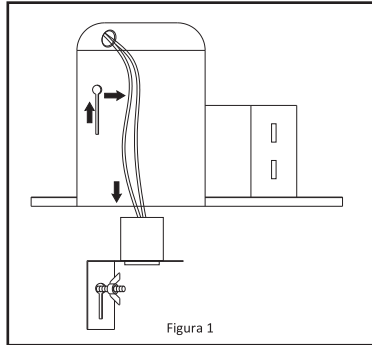
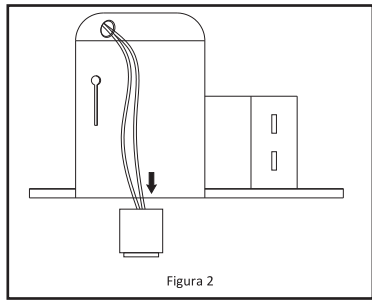

Figura 1
Figura 2
- Si corresponde, afloja los tornillos del soporte del portabombillas y empuja el soporte hacia arriba hasta la ubicación más alta. Retire la placa de montaje del portabombillas existente de la carcasa empotrable y luego retira el portabombillas de la placa. **Ver Figura 1 y Figura 2.**